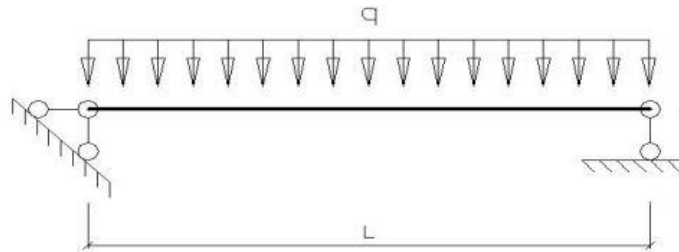

Рисунок 1. Расчетная схема балки
4.1 Проверить прочность брусчатого стержня пролетом  $L$ , сечением  $b \cdot h$ , (круглого диаметром  $d$ ) без ослаблений. Брус изгибается в направлении большего размера сечения равномерной нагрузкой  $q$  (рисунок 1).